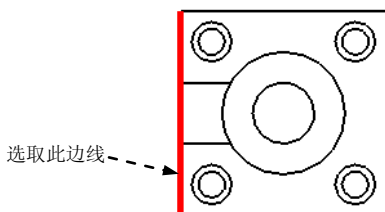
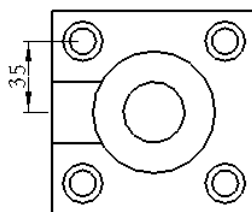

图 5.2.27 选取边线
图 5.2.28 标注平行尺寸
- 在 **▼ DIM ORIENT (尺寸方向)** 菜单中选择 **Parallel (平行)** 命令, 再选取图 5.2.27 所示的边线, 此时在视图中显示尺寸, 如图 5.2.28 所示。